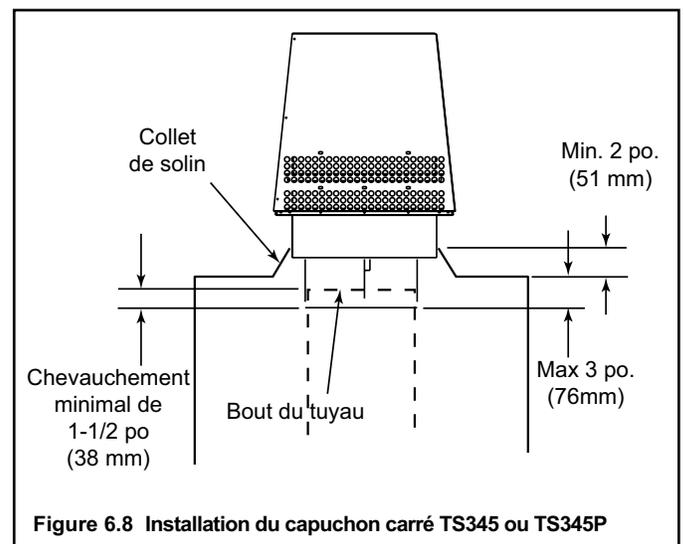

Figure 6.8 Installation du capuchon carré TS345 ou TS345P
- Dans les installations qui utilisent le capuchon carré TS345/TS345P, la section la plus élevée de la cheminée doit se trouver à moins de 3 po. (76 mm) au-dessous du dessus de l'enchâssure. Voyez Figure 6.8